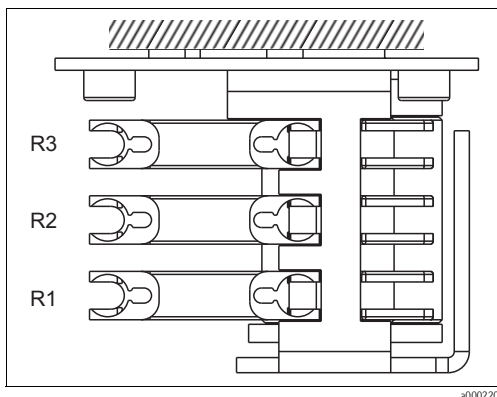

Fig. 12: Pompa del reagente, vista dall'alto
6. Fissare le scatole dei tubi flessibili nei supporti appropriati delle pompe (→ Fig. 12): Pompa del campione sulla sinistra, pompa del reagente sulla destra. La direzione di flusso del campione e del reagente deve essere antioraria.